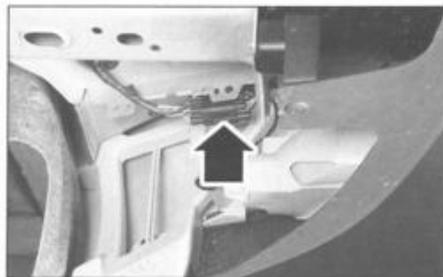

FIG. 88
- Sacar el conector del cableado de parachoques (fig. 88).